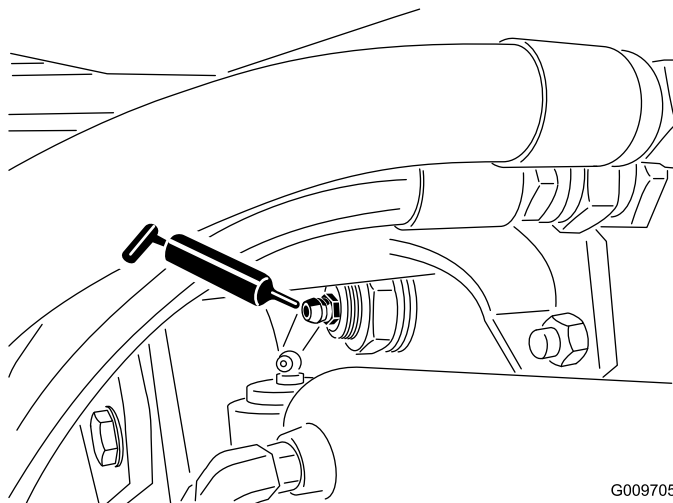

図 44
- 図 44 に示す、後アクスルピボットのブッシュ 2 ヶ所